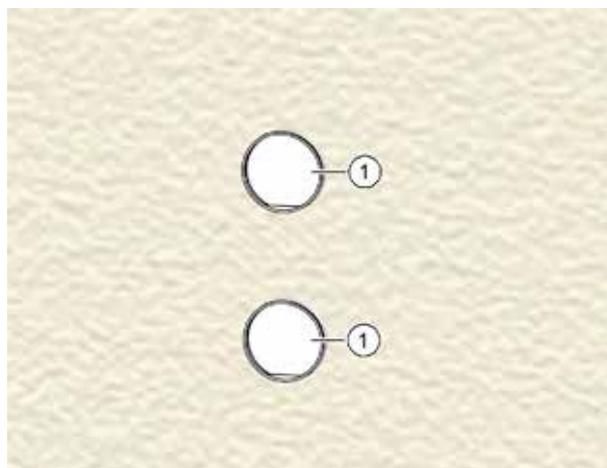

Fig. 28: Intonacatura dell'esterno della cassetta a muro
- ▶ Rimuovere i due guaine di protezione dall'intonaco (pos. 1 nella Fig. 28).